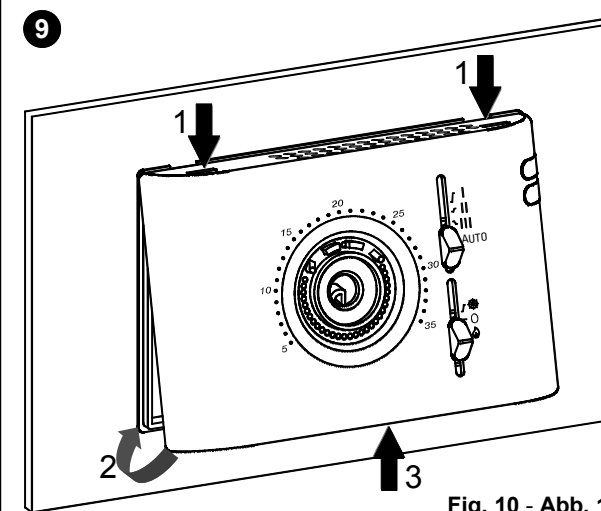

Fig. 10 - Abb. 10
- Girar la tapa haciendo que los interruptores a corredera coincidan con los relativos conmutadores y empujar hacia el interno la lengüeta de plástico ubicada en la parte inferior de la base (indicada por la flecha en Fig. 10) en este punto ejercitar una presión que haga enganchar la misma al interno del orificio ubicado en el costado inferior de la tapa. A este punto verificar la correcta posición de los interruptores a corredera.
- Tourner la calotte en faisant en sorte que les glissières coïncident avec leurs commutateurs respectifs et pousser la languette en plastique située sur la partie inférieure de la base vers le bas (la languette est indiquée par une flèche sur la Fig. 10) ; exercer une pression jusqu'au déclenchement de la languette de fixation en plastique à l'intérieur de l'orifice sur le côté inférieur de la calotte. Vérifier ensuite que les glissières coulissent correctement.